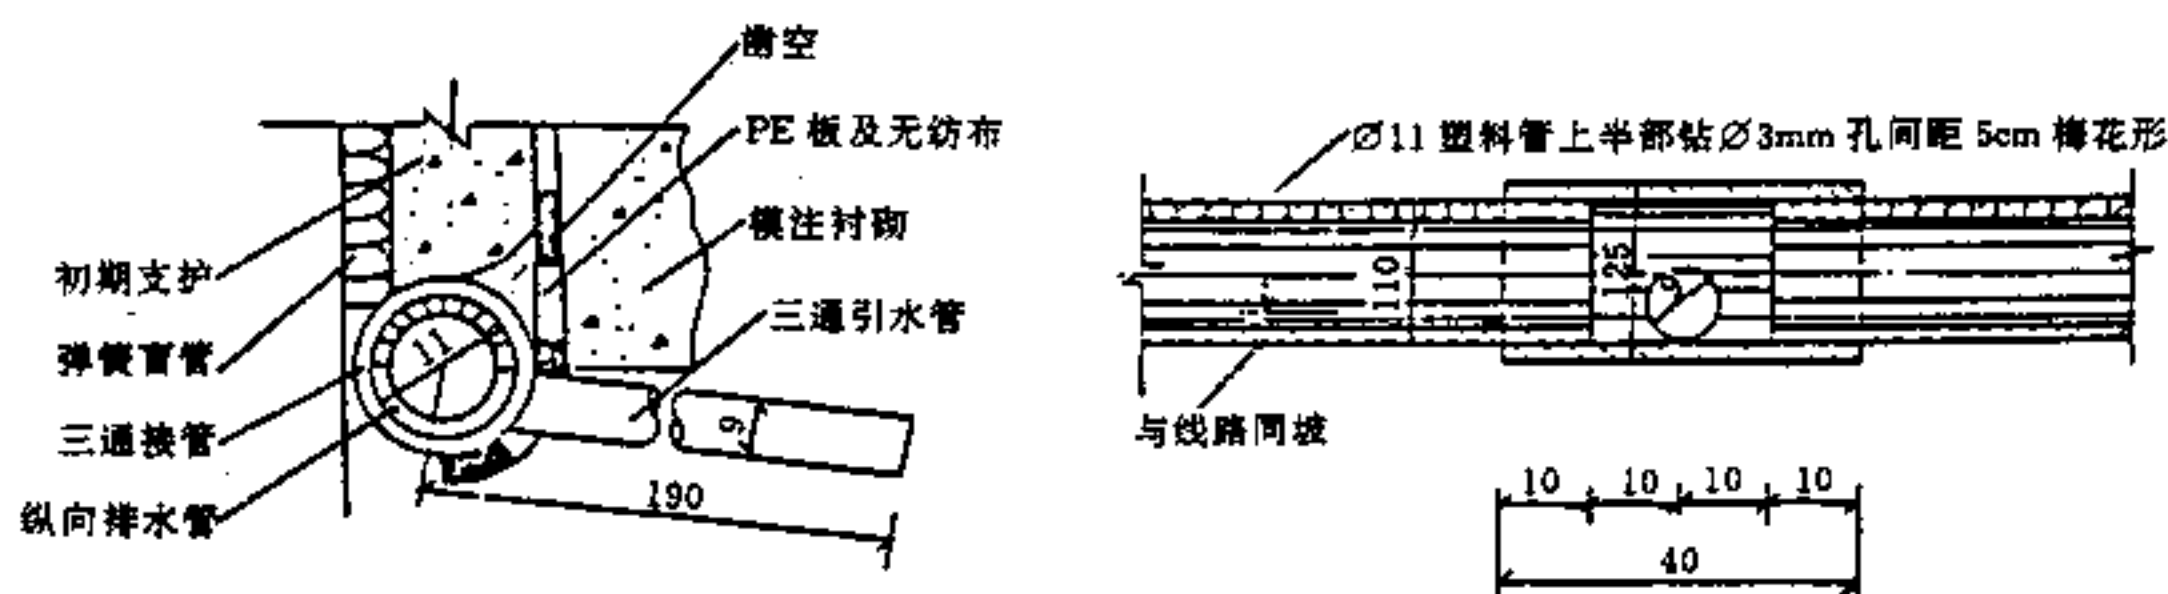

图4 纵横向管道连通布置
(1)在衬砌施工前,将基底清理干净后,把纵向排水管连接好,每隔 10m 用三通接管与横向排水管的另一端连接在中心水沟处。弹簧盲管的两端头贴岩壁放在纵向排水管的梅花眼处。最后在无纺织物和防水板施工时一并将纵向排水管半包围扣在墙脚基底处(如图 4 所示),以保证裂隙水很顺畅地汇入排水管中。